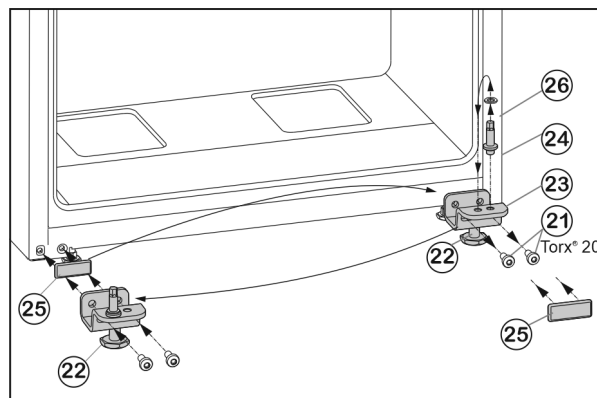

Fig. 7
- ▶ Odkręcić śruby mocujące Fig. 7 (21).
- ▶ Usunąć dolną płytkę zawiasu Fig. 7 (23), wraz z trzpieniem zawiasu Fig. 7 (24), podkładką Fig. 7 (26) i nóżką Fig. 7 (22).
- ▶ Odkręcić całą trzpień zawiasu Fig. 7 (24) z podkładką Fig. 7 (26), przełożyć do przeciwnego otworu mocującego płytki zawiasu i tam dokręcić.
- ▶ Ostrożnie zdjąć płytkę osłaniającą Fig. 7 (25) i przełożyć na przeciwną stronę.
- ▶ Całą dolną płytkę zawiasu Fig. 7 (23) wraz z trzpieniem zawiasu Fig. 7 (24), podkładką Fig. 7 (26) i nóżką Fig. 7 (22) ponownie przykręcić po nowej stronie zawiasu, ew. przy użyciu wkrętarki akumulatorowej (z siłą 4 Nm).
- ▶ Założyć drzwi od góry na trzpień zawiasu Fig. 7 (24).
- ▶ Wykręcić nóżkę Fig. 7 (22) przy dolnej płytce zawiasu Fig. 7 (23), aż będzie przylegać do podłoża.